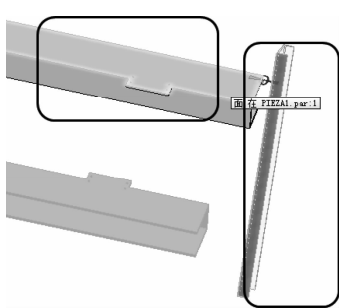

图 8-13 面对齐配合 1
- (4) 配合【零件 3】和【零件 2】的面对齐配合，依次单击【零件 3】的侧面与【零件 1】的上表面，如图 8-13 所示。